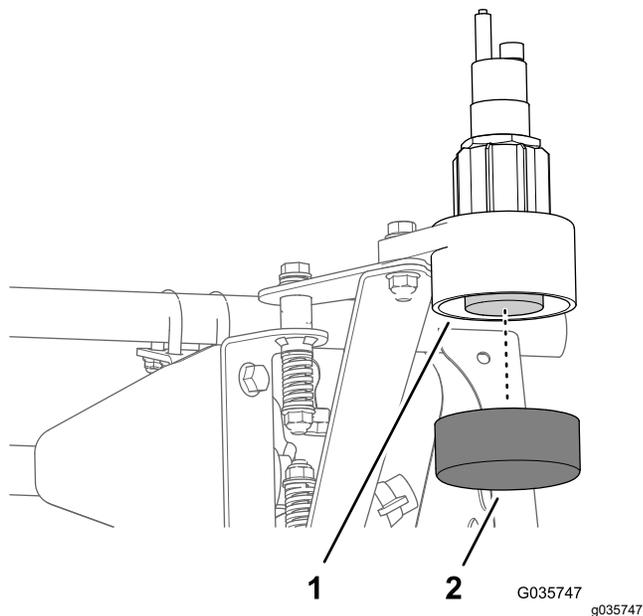

Figure 46
1. Placez le capuchon au bas du logement inférieur (Figure 46).